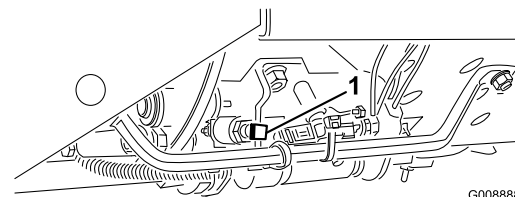

Figure 28
**Important:** La vitesse de tonte est réglée à l'usine à 9,7 km/h. Vous pouvez l'augmenter ou la réduire en réglant la vis de butée de vitesse (Figure 28).